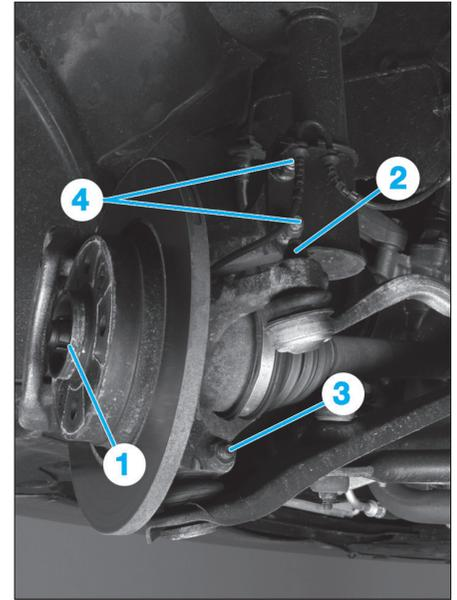

Fig. 17
- l'écrou (1) (Fig.17) de moyeu à l'aide de l'outil "type Y",
- l'écrou de rotule de direction (2),
- le boulon de rotule inférieure (3) du pivot,
- les boulons (4) d'amortisseur sur le pivot.